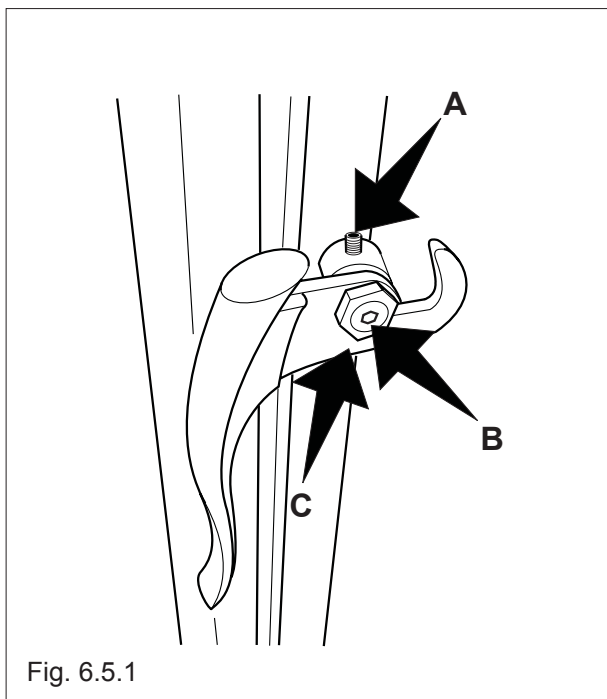

Fig. 6.5.1
6.5 REGOLAZIONE DELLA MANIGLIA (Fig. 6.5.1)
6.5 ADJUSTING THE HANDLE (FIG. 6.5.1)
6.5 REGULIERUNG DES GRIFFES (ABB. 6.5.1)